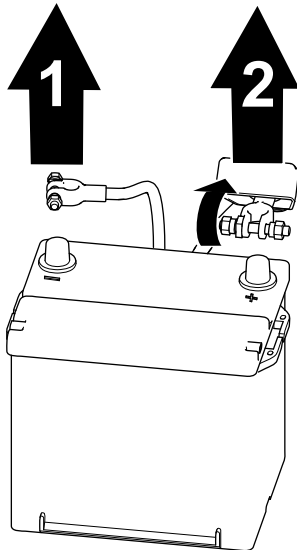

Bild 63
1. Trennen Sie das Minuskabel des Akkus vom Akkupol ab (Bild 63).